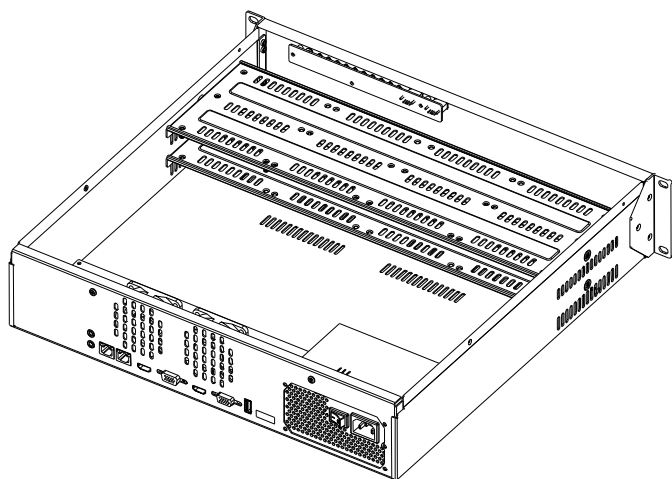
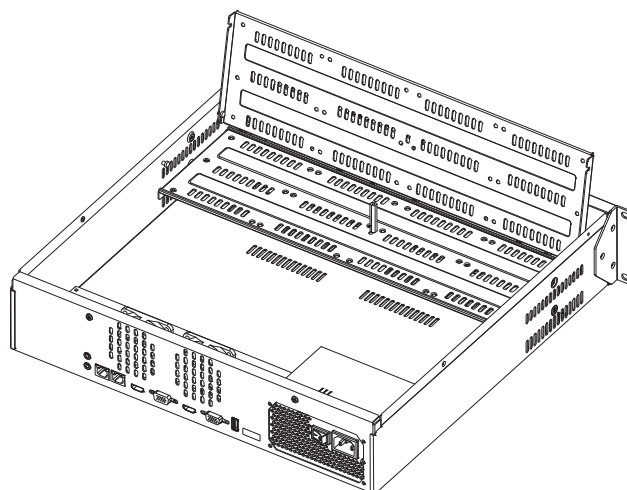

Рисунок 5
Рисунок 6
1) Открутите винты крепления крышки видеорегистратора на задней части корпуса, затем снимите верхнюю крышку (рисунок 5). Установите кронштейн для крепления HDD в вертикальное положение (рисунок 6).